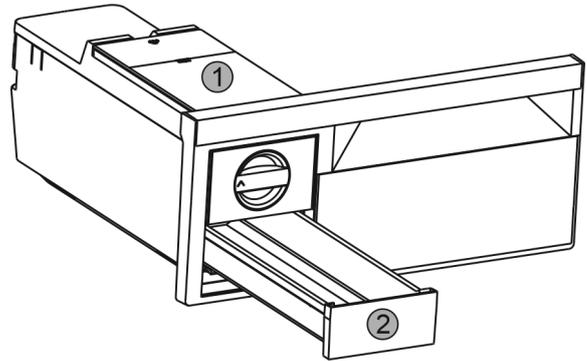

Fig. 37
- Enlever le réservoir d'eau Fig. 37 (1) et le tiroir à glaçons Fig. 37 (2).